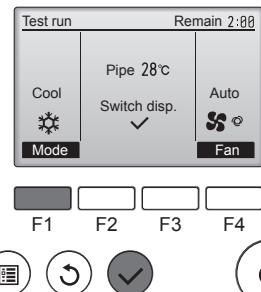

Fig. 8-1
- ① Seleccione "Test run" (Modo prueba) desde el menú Servicio, y pulse el botón [ACEPTAR]. (Fig. 8-1)